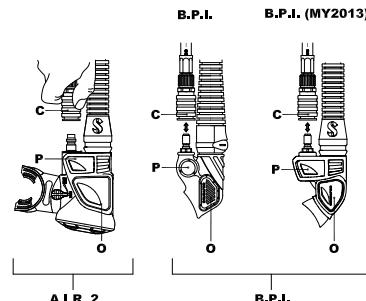

Abb. 6
### **7.3 Monorail Trimmbleitaschensystem (Abb. 6) (patentiert) (ausgewählte Modelle: siehe Modelleigenschaften)**
Anbringen des Schnellanschlusses (Abb. 6-C):
Drücken Sie zum Aufblasen des Tarierjackets auf den Knopf des Powerinflatorventils (Abb. 6-P) Es sollte Luft in das Tarierjacket strömen. Mit kurzen Luftstößen, durch kurzes und wiederholtes Drücken und Loslassen des Powerinflatorknopfs, können Sie beim Aufblasen die Luftmenge besser kontrollieren.
2. Atmen Sie im gleichen Atemzug nun weiter aus, während Sie den Lufteinlassknopf tief durchdrücken (Abb. 6-O).